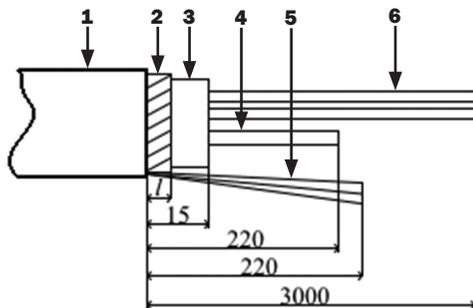

Рисунок 7
- Аккуратно надавить на края отгибающихся частей 1 и 2 клипсы пальцами (рисунок 7);